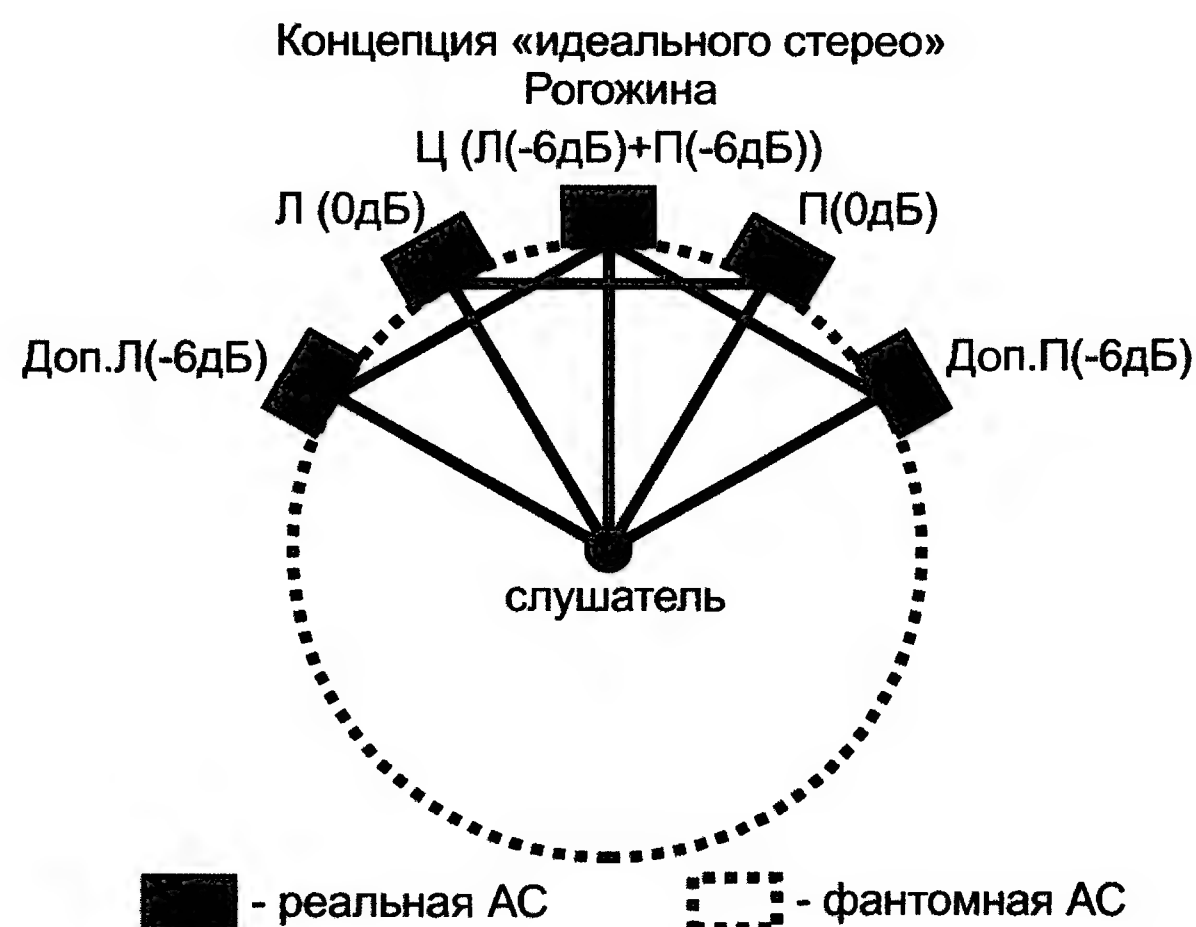

Рис. 12
Послушав некоторое время такую конфигурацию, лично у меня через полчаса возникло непреодолимое желание логичного развития этой системы, а именно — замена боковых фантомов реальными громкоговорителями. Структурная схема расположения элементов получившейся системы показана на **рис. 12**.
5. Пять громкоговорителей, расположенных по дуге и подключённых по системе "идеальное стерео" (рис. 12, 13).